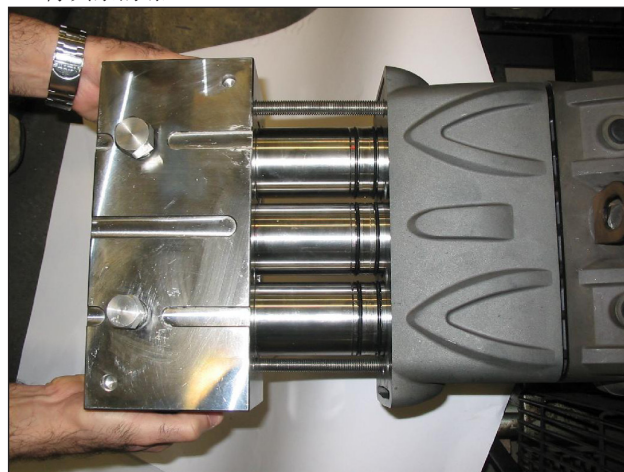
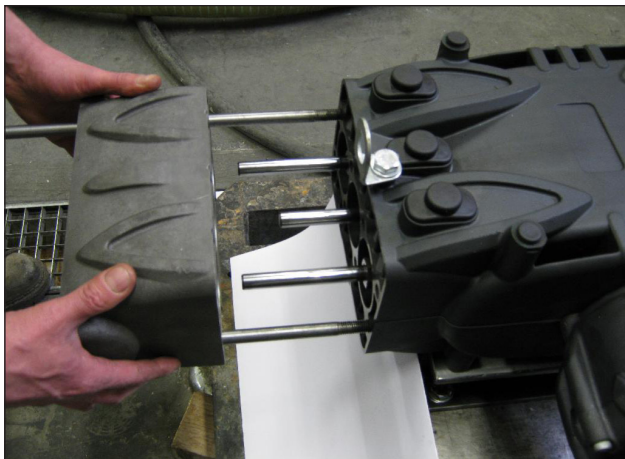

图37
图38
- 将泵头与泵缸套定距块从泵曲轴箱分开，如图37和图38所示。
- 将泵头与泵缸套定距片从泵曲轴箱分开，如2.2.1一节的图37和图38所示。